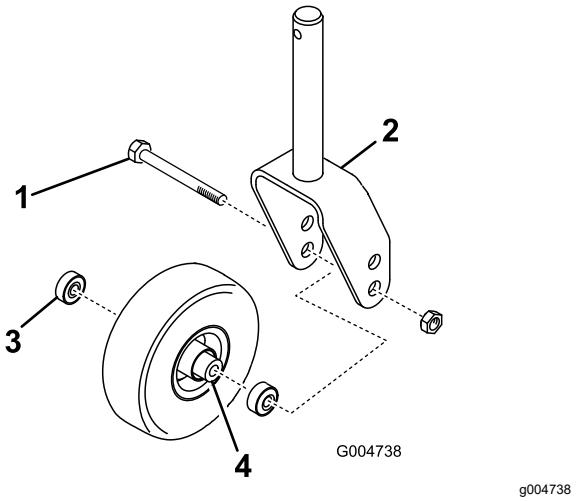

Рисунок 24
1. Отверните контргайку с болта, удерживающего узел поворотного колеса в вилке колеса (Рисунок 24).
3. Извлеките подшипник из ступицы колеса и дайте выпасть проставке подшипников (Рисунок 24).